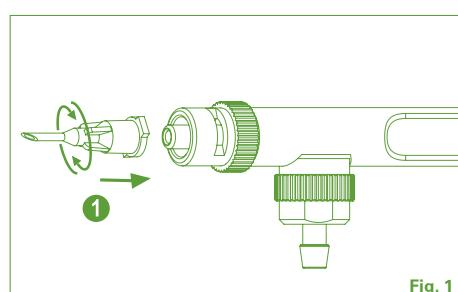

Fig. 1
Assembling (Fig. 1, 2 and 3)
1. Attach needle (Fig. 1).
1. Nadel befestigen (Abb. 1).
Montage (Fig. 1, 2 et 3)
1. Fixer l'aiguille (Fig. 1).